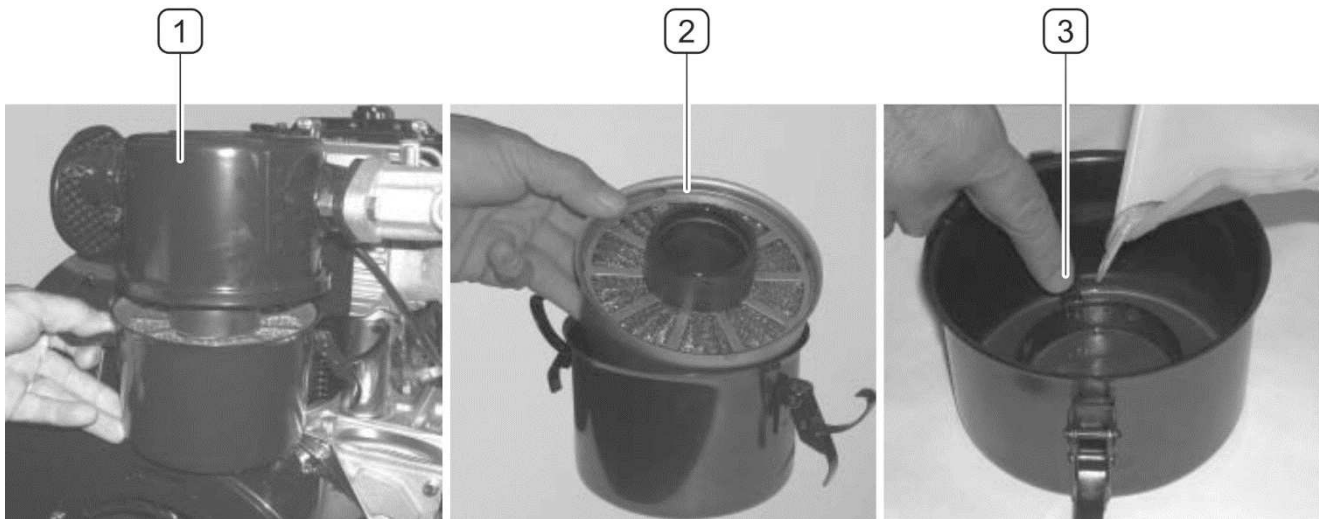

РИСУНОК 4.4 Проверка уровня масла в воздушном фильтре
- Открыть воздушный фильтр (1) и вынуть фильтрующий вкладыш (2) (РИСУНОК 4.4).
- Проверить уровень масла в фильтре. Он должен доходить до обозначенного места (3). В случае необходимости дополнить уровень моторным маслом.
- Вставить фильтрующий вкладыш (2) и закрыть фильтр (1).